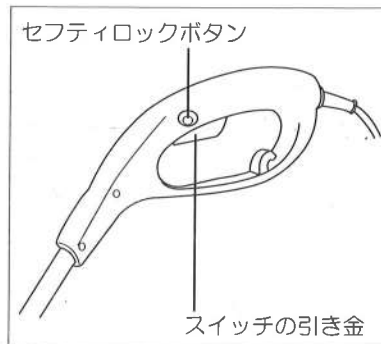

図1
- スイッチは、セフティロックボタンを押した状態でスイッチの引き金を引いてください。(図1参照)